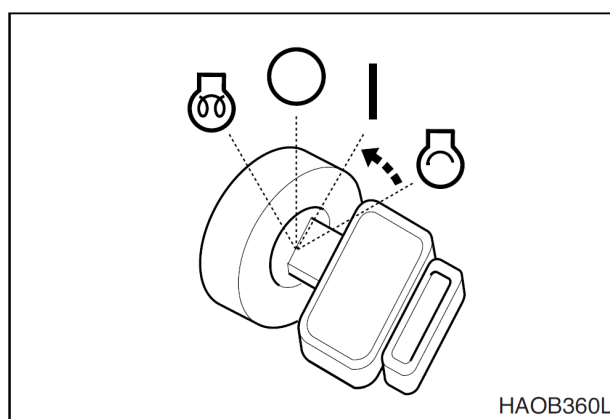

Рис. 11
- После того, как двигатель запущен, отпустить ключ. Ключ вернется в положение "I" (Включен), рис. 11.